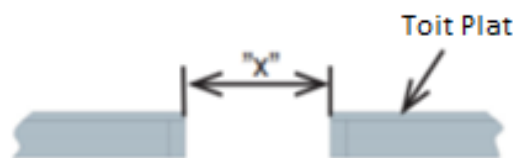
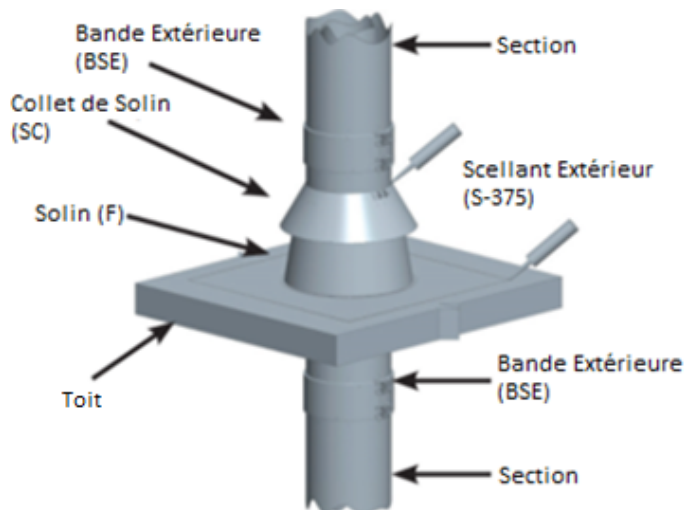

Figure 50 - Ouverture minimale pour toit plat
Figure 52 - Installation du Solin (F) - Vue du haut du toit
1. Coupez l'ouverture aux dimensions spécifiées dans le tableau 5. Voir la figure 50 pour un toit plat et la figure 52 pour un toit en pente. **REMARQUE:** Renforcer les bords du trou selon les besoins charge attendus.
5. Le Collet de Solin (SC) est placé autour de la cheminée et scellé à la paroi extérieure des sections avec du scellant pour joint extérieur S-350. Voir la figure 52 pour un solin installé (F). Le collet de Solin (SC) ne doit pas reposer complètement sur le Solin lorsque la cheminée est froide (un écart de 1/4 "entre le collet de Solin et le haut du solin) pour permettre une évacuation de la chaleur. **REMARQUE:** Maintenez un espacement adéquat pour l'expansion du plancher et de la bande extérieure (BSE) qui se trouve sous le plancher.